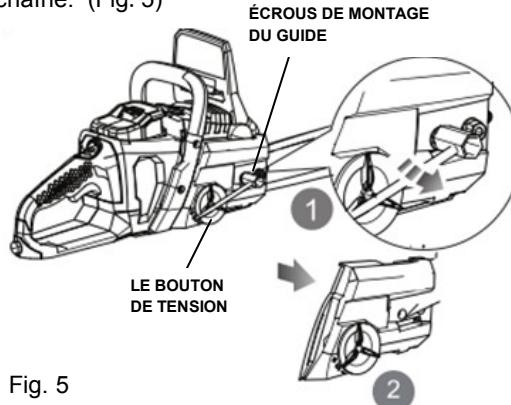

Fig. 5
- Desserrez la chaîne en tournant le bouton de tension dans le sens anti-horaire. Retirer les écrous de montage du guide en utilisant la clé mixte fournie. Retirer le couvercle de chaîne. (Fig. 5)